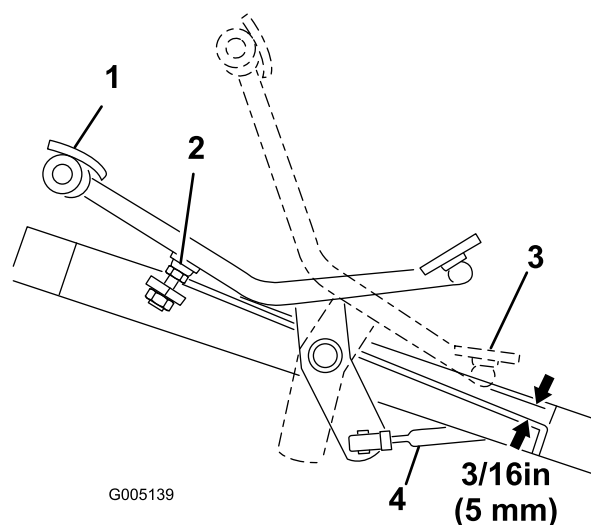

Figura 40
1. Pressione o pedal de tracção completamente para a frente até a bobina da válvula da secção nº 5 estar completamente saída. O pedal deve estar em contacto com o batente do pedal (Figura 40).